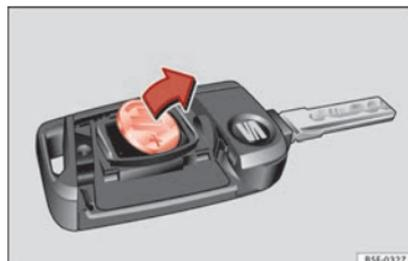

Fig. 121 Chiave del veicolo: estrarre la batteria.
- Estrarre la batteria dal vano con un oggetto fino adatto » **fig. 121**.
- Collocare la nuova batteria come illustrato » **fig. 121** e inserirla nel vano batteria nella direzione contraria a quella indicata dalla freccia » ❶.